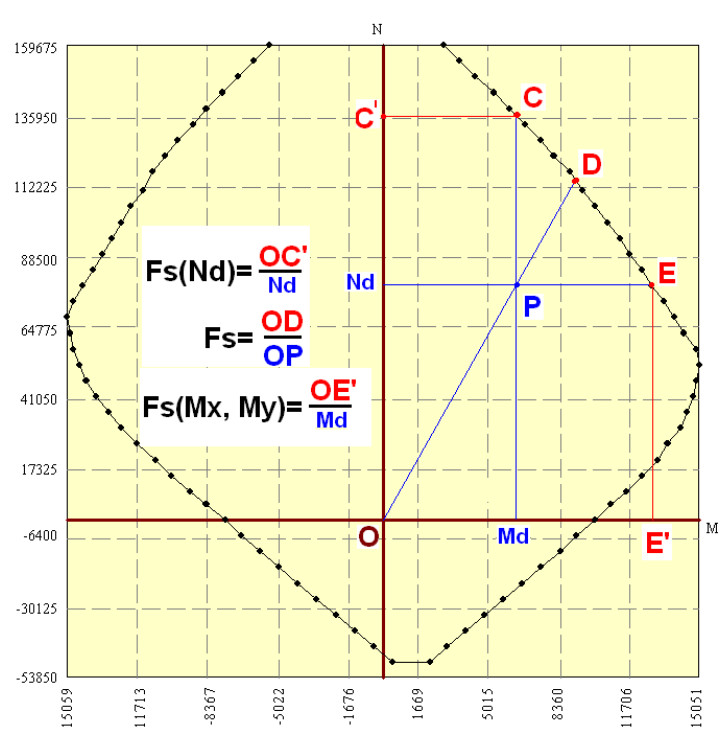

figura 2)
1. per aumento proporzionale delle tre componenti di sollecitazione N_d , M_{xd} , M_{yd} , vedi *figura 2*;
4. per aumento della sola componente N_d ($M_{xd}=\text{cost}$, $M_{yd}=\text{cost}$) vedi *figura 2*;
6. per aumento contemporaneo di M_{xd} , M_{yd} ($N_d=\text{cost}$) vedi *figura 2*;